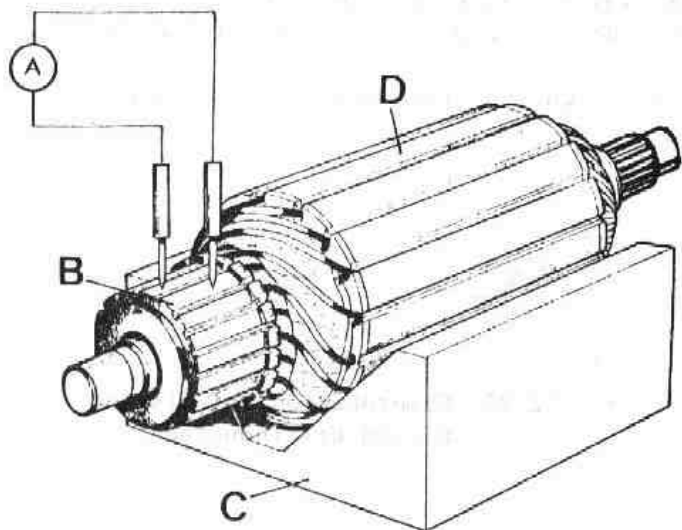

Fig. N2-31 Comprobación de continuidad del circuito del inducido
3.3.2. La prueba se realiza situando el inducido sobre un transformador en "V" y conectando los puntos de prueba del amperímetro entre dos delgas consecutivas, girando el inducido hasta que la lectura del amperímetro alcance su valor máximo, repitiendo la misma operación con las demás delgas (Fig. N2-31).